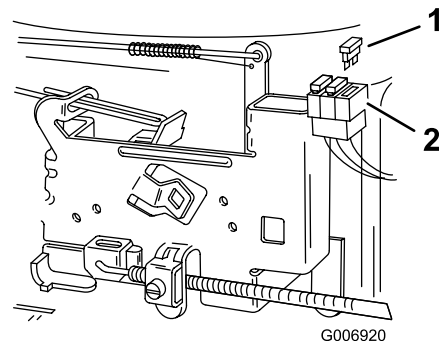

Bild 28
1. Ziehen Sie die Sicherung nach oben (Bild 28), um sie aus der Fassung zu entfernen.